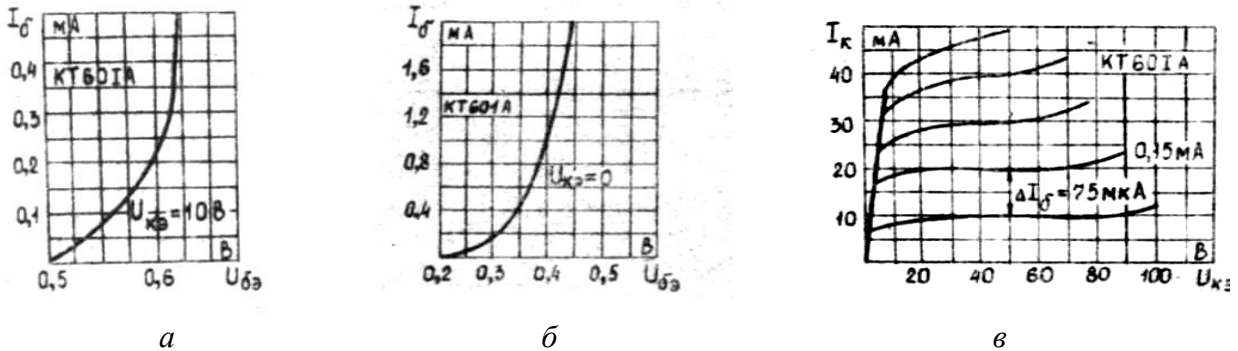

Рис. 1. Характеристики транзистора КТ601А:
По заданным статическим характеристикам биполярного транзистора (рис. 1, 2) выполнить следующие графо-аналитические расчеты для усилительного каскада:
1. Перерисуйте статические характеристики биполярного транзистора (рис. 1, 2). Обратите внимание, что входная характеристика приведена всего одна. Это является следствием малого влияния выходного напряжения на входную цепь прибора, в результате чего входные характеристики, снятые для различных значений  $U_{кэ}$ , располагаются очень близко друг к другу. Указанное обстоятельство в большинстве случаев расчетов позволяет использовать одну кривую, как показано на рис. 1а, б; 2а, б.